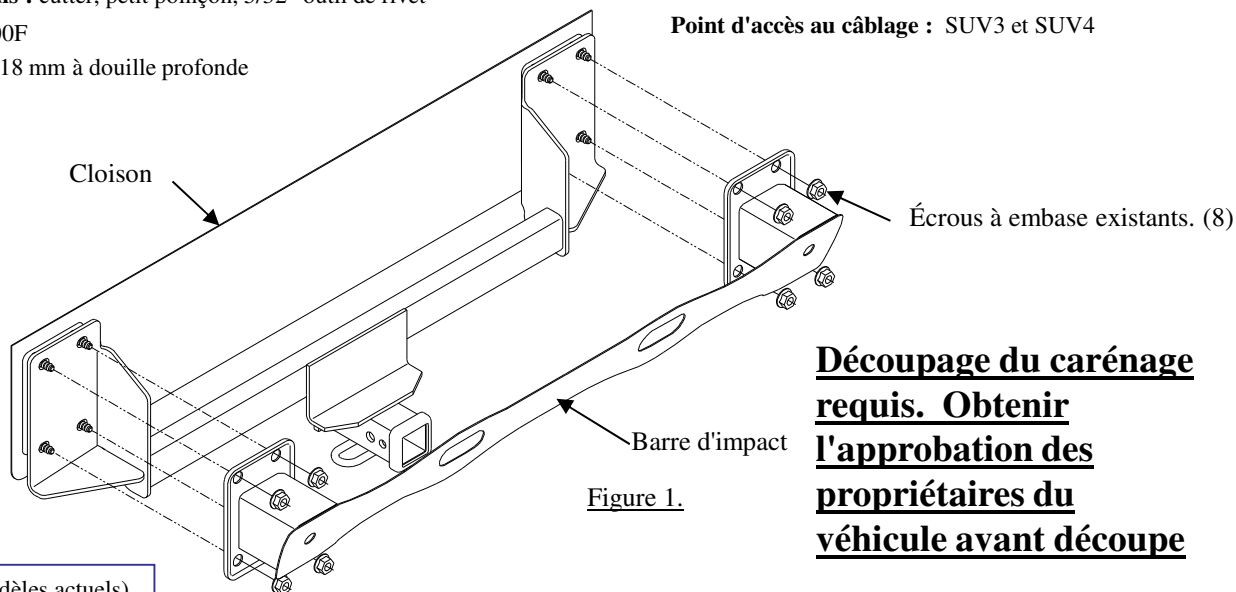

Figure 1.
4. Reinstaller la barre d'impact sur les supports de l'attelage et remonter les écrous à embase existants. (Figure 1) Centrer l'attelage sur le véhicule.